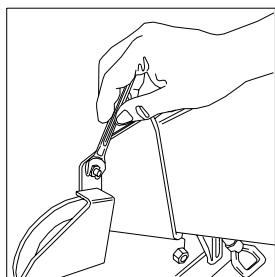

Fig. 13
- Extraer la tolva lateral destornillando las 3 tuercas como indicado en la fig. 13
- Extraer la tolva lateral destornillando las 3 tuercas como indicado en la fig. 13.